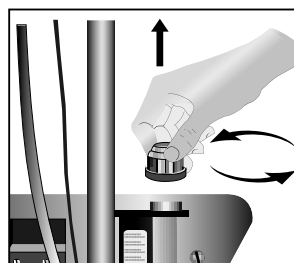

Figura 36
- Desmonte la tapa rosca del encendido electrónico (Ver figura 36).